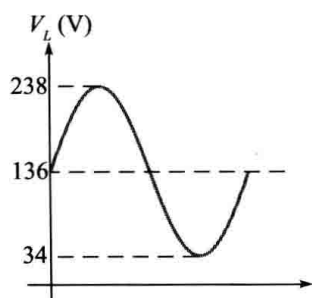

图 P-10
49. $I_{\max} = 2.38\text{A}$; $V_{\text{avg}} = 136\text{V}$; 见图 P-10。